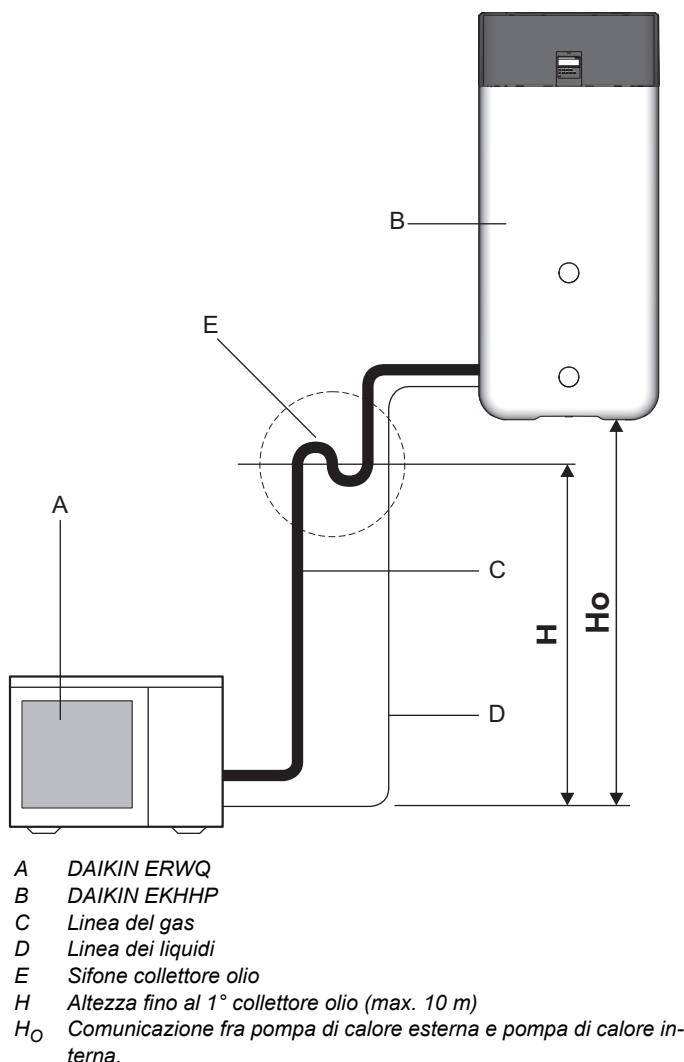

Fig. 4-7 Sifone collettore olio linea refrigerante
- Necessario se la DAIKIN EKHHP non viene installata allo stesso livello della pompa di calore esterna (fig. 4-7, $H_O \geq 10$ m).
- Installare almeno un sifone collettore dell'olio per tutte le differenze di altezza di 10 m (fig. 4-7, H = distanza da sifone a sifone).